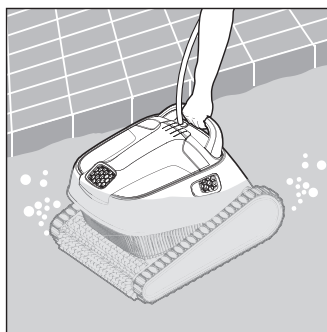

Figure 5
2. Descendez le robot nettoyeur Prowler® 920 dans la piscine en le tenant par la poignée (voir **Figure 5**).